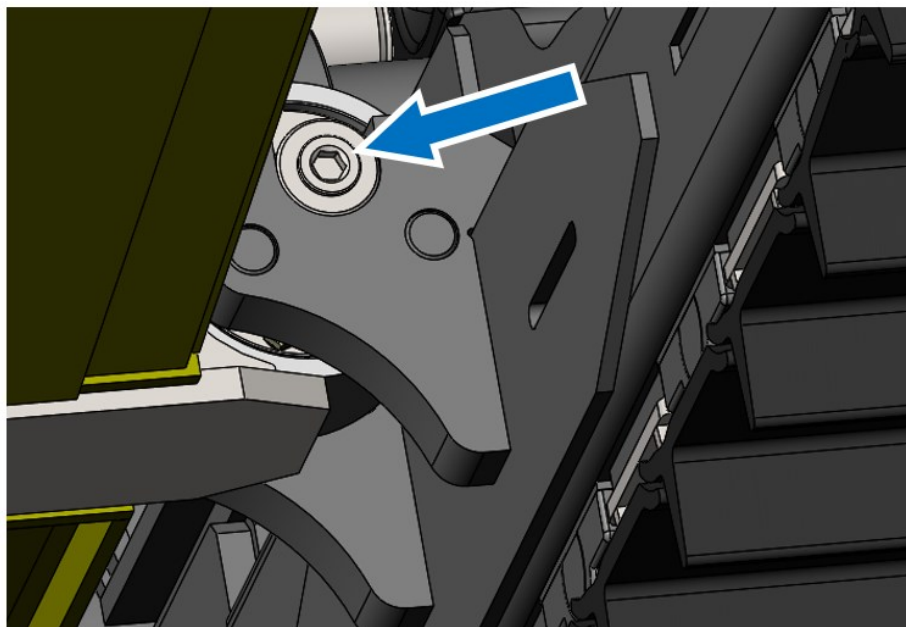

Рисунок 5.114. Точки смазки боковых осей балансирной балки
Точки смазки (2 шт. слева и справа) боковых осей балансирной балки расположена сбоку, см. рис. 5.114.
- ▶ Выкрутить пробку, закрывающую пресс-масленку см. рис. 5.114.